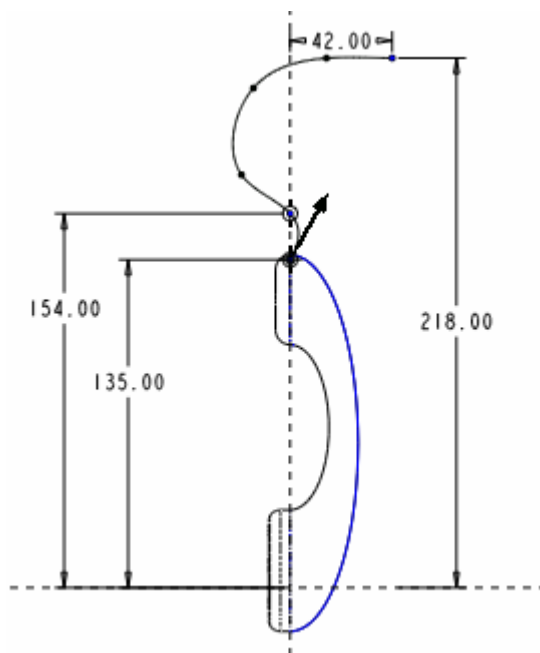

图 61-32
- (1) 单击菜单【插入】|【扫描】|【伸出项】命令，在弹出的【扫描轨迹】菜单中单击【草绘轨迹】命令。
- (2) 选择 TOP 基准面为草绘平面，选择 FRONT 基准面为视图方向参照。
- (3) 在草绘环境中绘制如图 61-32 所示的一条样条线。